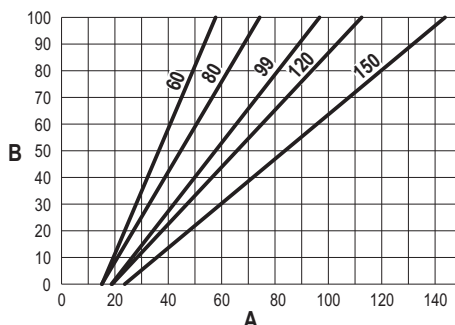

fig. 77
- Premere i **tasti contestuali 1 e 2** per aumentare o diminuire la portata termica (minima = 00 - Massima = 100). Vedi diagramma “Regolazione Portata Termica” (fig. 77).